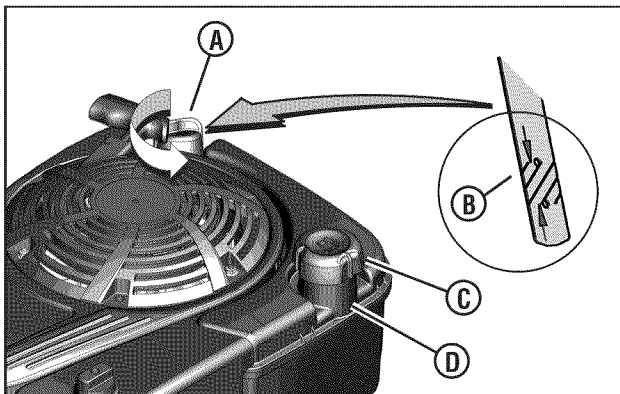

Figura 5: Llenado de aceite y combustible
- Saque la varilla de nivel de aceite (**A, Figura 5**) y límpiela con un paño limpio.
- Retire la tapa del depósito de combustible (**C, Figura 5**).